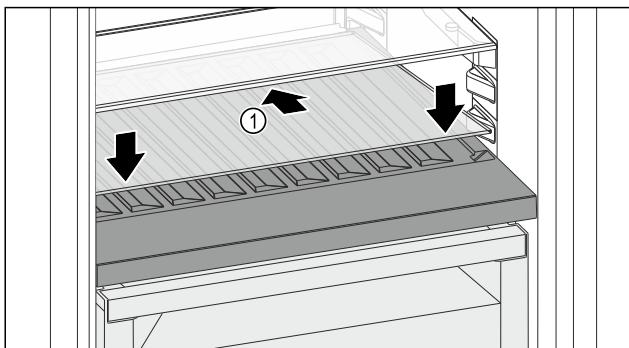

Fig. 144
- Așezați placa de sticlă Fig. 144 (1) oblic și spre spate înclinată în jos.
- Coborâți în față placa de sticlă Fig. 144 (1).